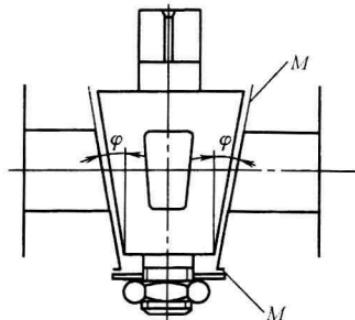

图 1-7 旋塞形
7) 旋塞形: 关闭件是柱塞或锥塞, 围绕本身的轴线旋转, 如图 1-7 所示。